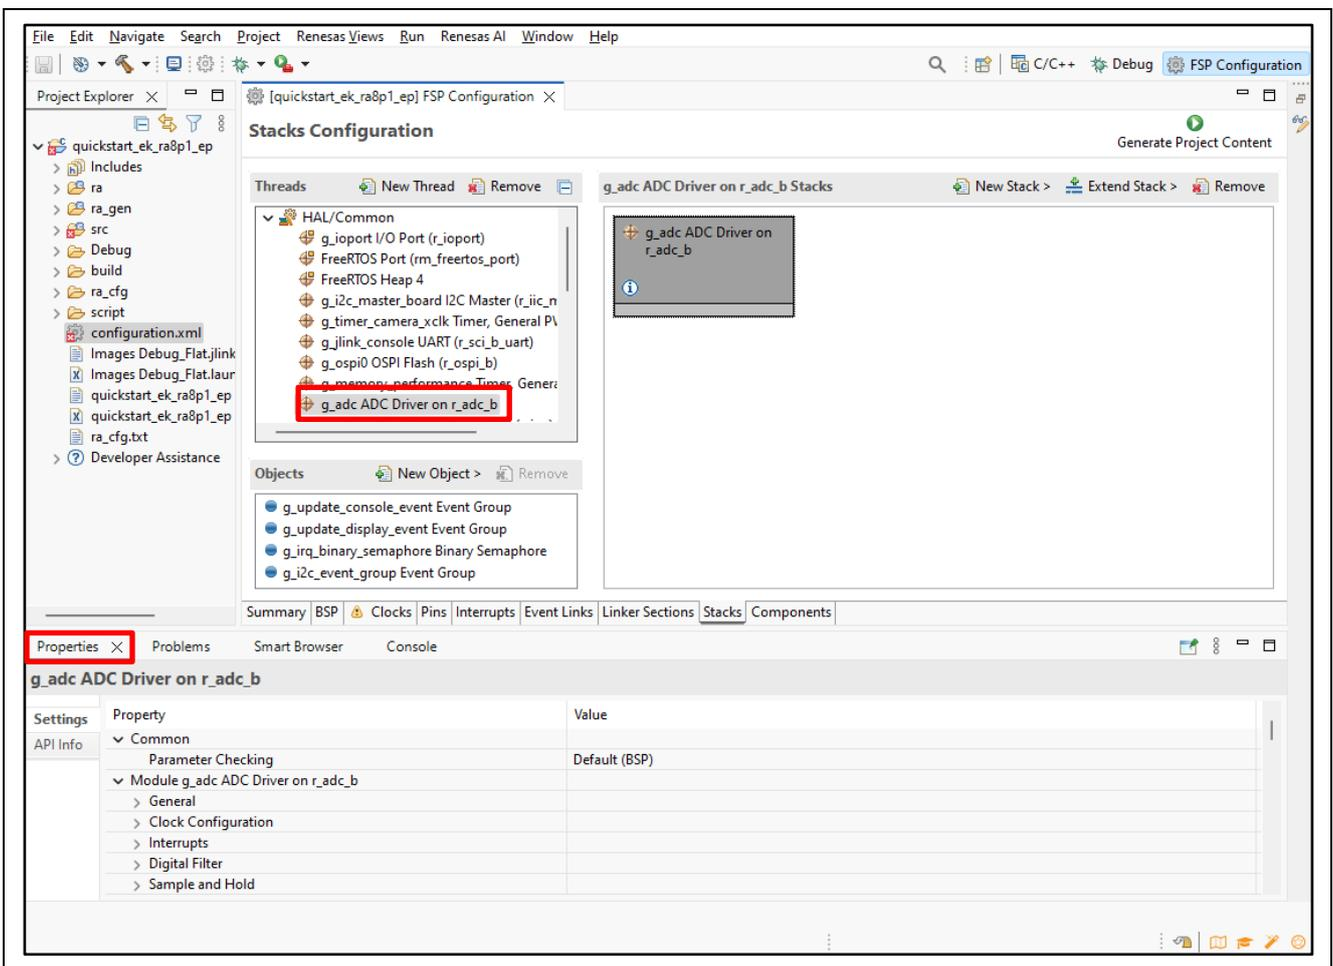

図 32. 構成設定の変更
2. 例えば、FSP Configuration の **Stacks** タブでは、ユーザはモジュールをクリックして選択し、必要に応じて **Properties** [プロパティ] タブで構成設定を変更できます。図 32 は、**ADC** ドライバ設定の変更を示しています。